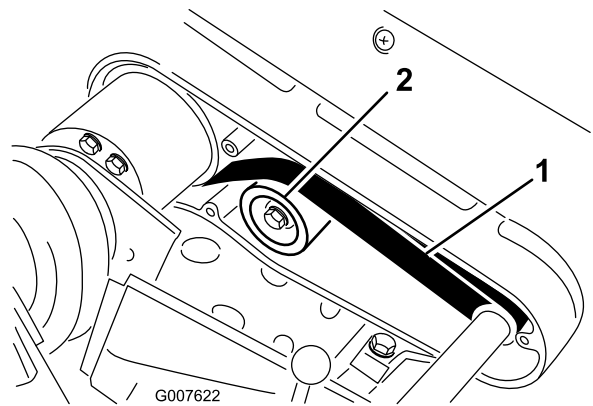

Figure 39
- A. Desserrez l'écrou de fixation de la poulie de tension et faites pivoter la poulie dans le sens horaire contre l'arrière de la courroie jusqu'à ce que vous obteniez la tension voulue (Figure 39).
2. Contrôlez la tension en exerçant une force de 22 à 26 N à mi-distance entre les poulies (Figure 39).